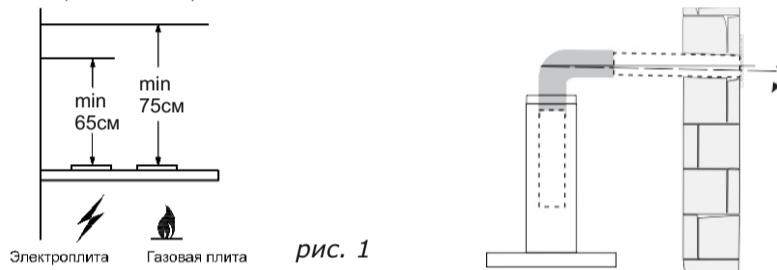

рис. 1A
1.5 При выводе воздуховода на улицу (через отверстие в стене) должен быть уклон воздуховода, как на рис.1A.